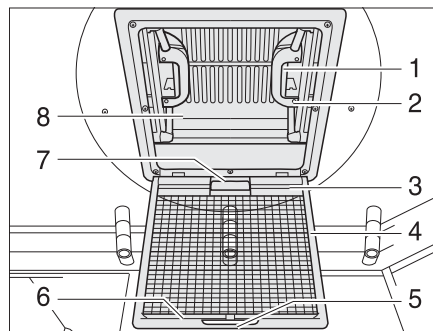

Fig. 82 Claraboya con cierre de resorte
- Tirar del tirador (Fig. 82,5).
- Plegar hacia abajo la protección contra insectos (Fig. 82,4).
- Presionar el cierre de resorte (Fig. 82,1) hacia el lado interior de la claraboya (Fig. 82,8). Presionar simultáneamente hacia arriba la claraboya con el tirador (Fig. 82,2).
- Plegar hacia arriba la protección contra insectos (Fig. 82,4) hasta que engatille.
- Tirar la claraboya (Fig. 82,8) enérgicamente hacia abajo por los dos tiradores (Fig. 82,2), hasta que los dos cierres de resorte (Fig. 82,1) engatillen.
- Tirar de la persiana oscurecedora enrollable por el asidero (Fig. 82,7) y enganchar el listón de enganche (Fig. 82,3) en el listón de soporte (Fig. 82,6) en la protección contra insectos.
- Soltar el listón de enganche (Fig. 82,3) del listón de soporte (Fig. 82,6) y regresar lentamente la persiana oscurecedora enrollable.